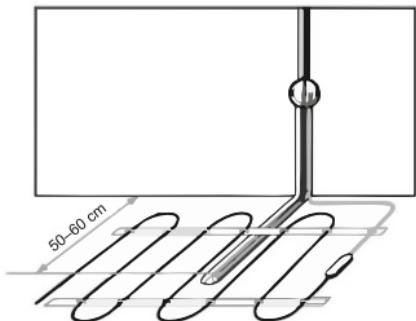

Рисунок 1 – Расположение датчика температуры
**Монтаж датчика температуры:** датчик температуры размещается в гофрированную пластиковую трубку. Торец трубы закрывается герметичной заглушкой, предотвращающей попадание внутрь раствора для крепления плитки или цементного раствора при устройстве теплого пола. Гофрированная трубка с датчиком внутри располагается на уровне нагревательного кабеля, между его витками, на равном удалении от них (рисунок 1). Другой конец трубы с установочным проводом датчика температуры внутри укладывается в подготовленную в полу канавку (штробу) и подводится к месту установки терморегулятора или распаячной коробки. Излишки трубы и установочного провода обрезаются по месту. Монтаж датчика температуры пола производится на этапе установки нагревательного мата, секции или пленки. Терморегулятор устанавливается в конце монтажа теплого пола.